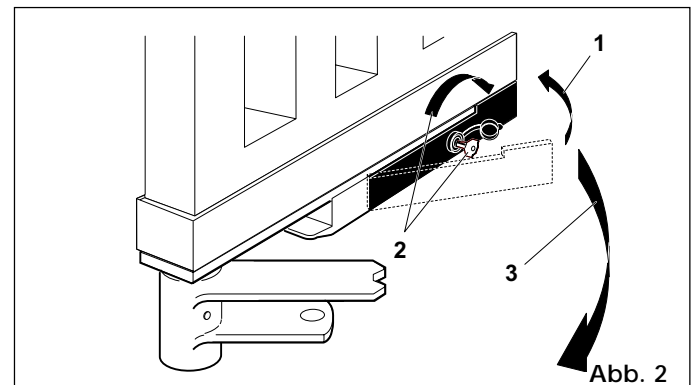

Abb. 2
- Hebel wieder eindrücken (Abb. 2 -Pos. 1)
- Schlüssel in das Schloß einstecken und bis zum Anschlag gegen die Pfeilrichtung drehen (Abb. 2 -Pos. 2)
- Torflügel manuell betätigen, bis das Elektroschloß in den Verriegelungsbügel einrastet (Abb. 2 -Pos. 3)